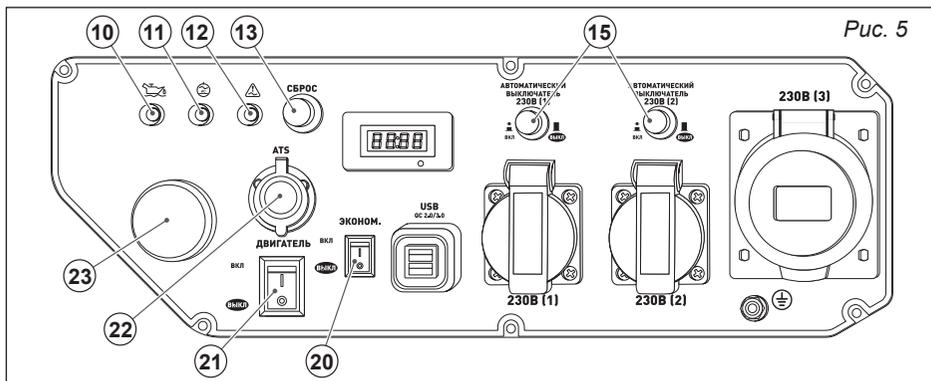

Рис. 5
#### Главный выключатель двигателя (рис. 5, поз. 20)
#### Кнопка запуска двигателя START/STOP (рис. 5, поз. 23)
**Переключатель режима работы «ЭКОНОМ» (рис. 5, поз. 20)**
**Автоматические выключатели 230В/16А (рис. 5, поз. 15)**
**Порт АТС (рис. 5, поз. 22)**
**Кнопка «СБРОС» (рис. 5, поз. 13)**
**Индикатор низкого уровня масла (рис. 5, поз. 10)**
**Индикатор перегрузки (рис. 5, поз. 11)**
**Индикатор сети (рис. 5, поз. 12)**